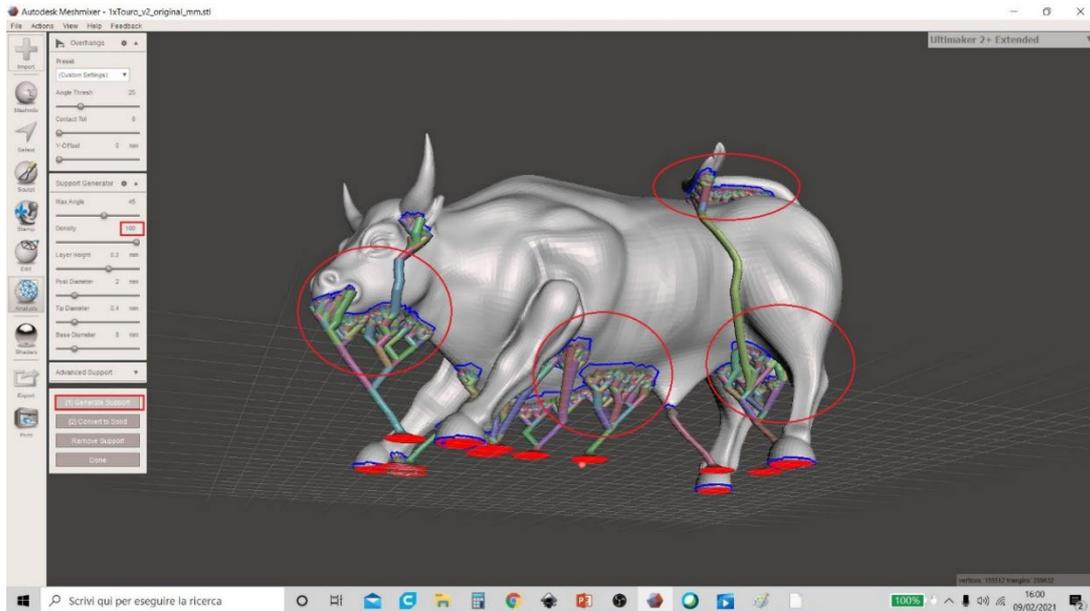

Figura 31 Meshmixer
6. Uno de estos parámetros (que más influye en el tiempo de impresión y la cantidad de material utilizado) es la densidad del material de soporte. El usuario puede cambiar opcionalmente el valor en el elemento de menú "Densidad" (el rango de valores va de 0 a 100 €%), pero el valor óptimo es del 50%. Figura 31 Meshmixer proporciona una vista previa del valor de "Densidad" del 100%.